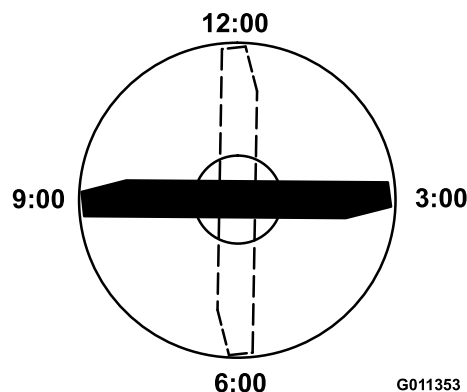

Figure 93
4. Positionnez le tranchant de l'extrémité marquée à la position 12 heures (droit devant dans la direction de la tonte) (Figure 93) et mesurez la hauteur de la surface plane au tranchant de la lame.
5. Tournez l'extrémité marquée de la lame aux positions 3 et 9 heures (Figure 93) et mesurez les hauteurs respectives.